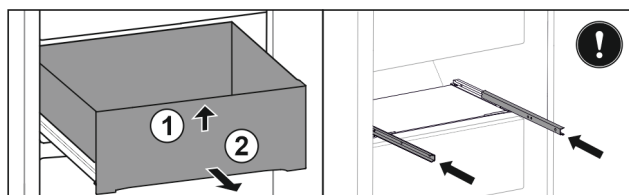

Fig. 158
- ▶ Nadvihnite zásuvku vpredu. Fig. 158 (1)
- ▶ Odoberte zásuvku dopredu. Fig. 158 (2)